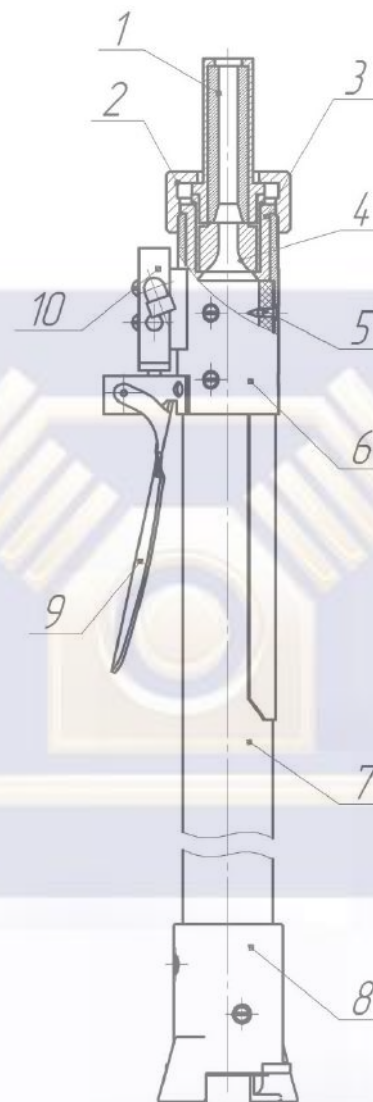
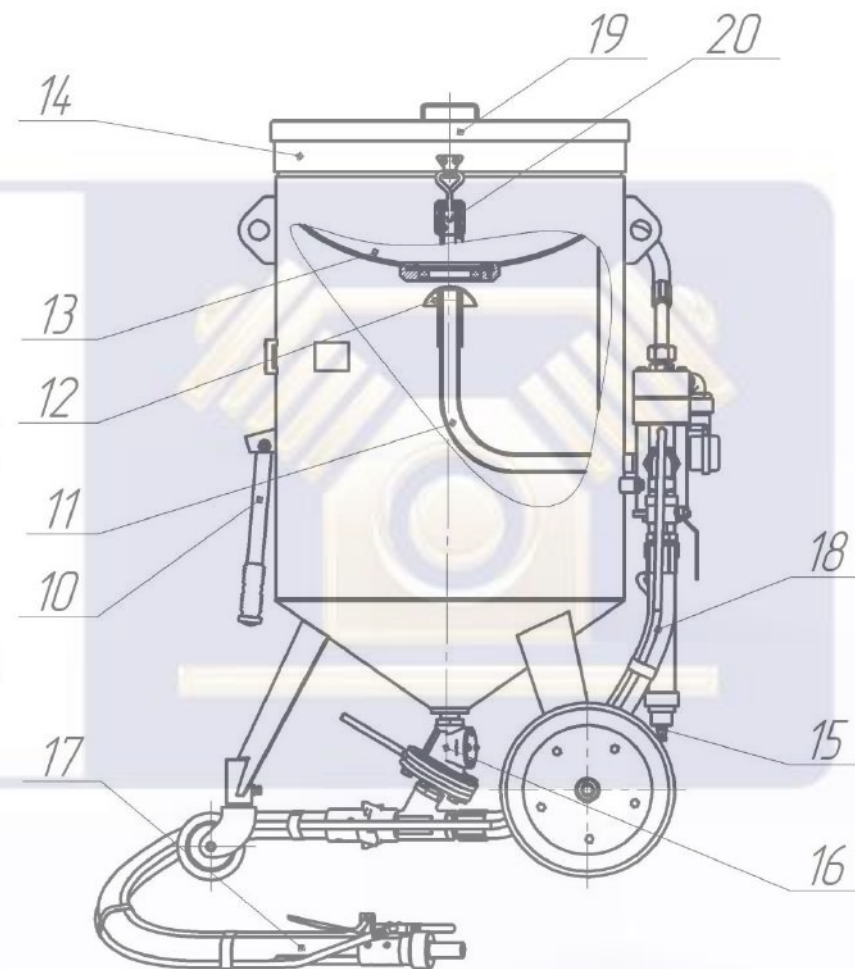
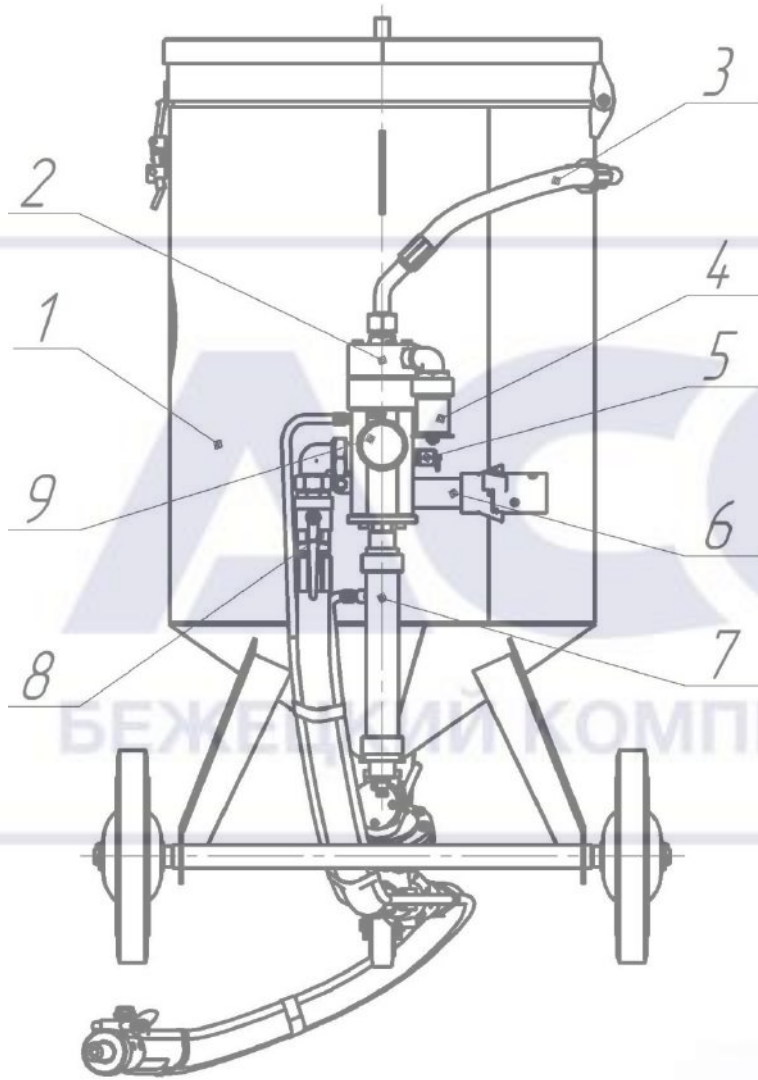

Рисунок 4. Напорный рукав.
Рисунок 2. Аппарат струйной очистки АСО-200.
Рисунок 1. Аппарат струйной очистки АСО-200.
3.1 Аппарат, рис.1, 2 состоит из следующих основных узлов: ресивер 1, загрузочный бункер 13, блок управления 2, дозатор 16, рукав напорный 17, рукава 3, 18.
4.1 Аппарат, рис.1, 2 представляет собой устройство, состоящее из ресивера 1, образующего рабочую камеру аппарата, загрузочного бункера 13 с сеткой 14, дозатора абразива 16, напорного рукава 17 и блока управления 2, обеспечивающего функциональное назначение аппарата.
ВНИМАНИЕ: Ежедневно, по окончании работы, необходимо слить воду из фильтра очистки воздуха 7 (рис. 1,2) через пробку сливную 15, находящийся на днище фильтра.
- 6.10 При незагруженном ресивере подать сжатый воздух в аппарат через патрубок 6 (рис.1). Нажимая на ручку 9 (рис.4) пневмораспределителя 10 убедиться в надежном срабатывании поршней блока управления, клапана загрузки, герметичности соединений рукавов и трубопроводов.
- 6.11 Отпустить ручку 9 (рис.4) и убедиться, что сжатый воздух из ресивера стравился в атмосферу через глушитель 4 (рис.1) и загрузочный клапан 12 (рис.2) опустился вниз, освободив загрузочное отверстие.
7.2 Рычагом дозатора 16 (рис.2) отрегулировать количество подаваемого абразива. Перемещение рычага «влево» - увеличивает подачу абразива, «вправо» - уменьшает подачу.